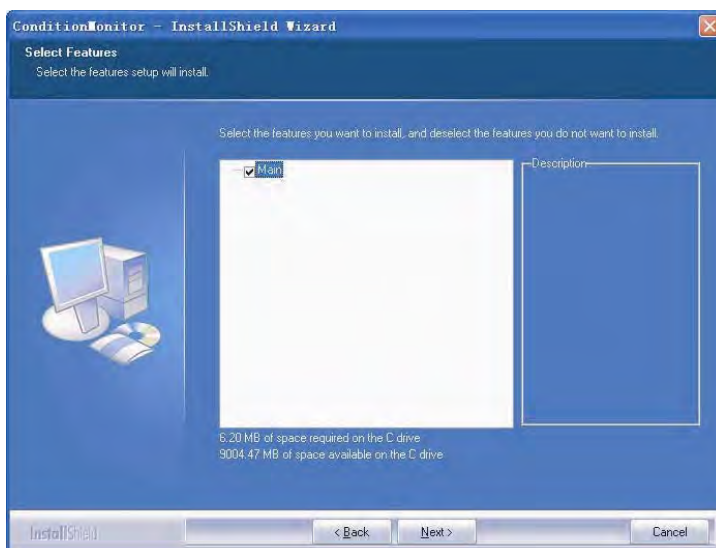

Abb. 2-10
9) Auf „Next“ (Weiter) klicken. Ein Fenster wie im Bild 2-10 wird angezeigt.